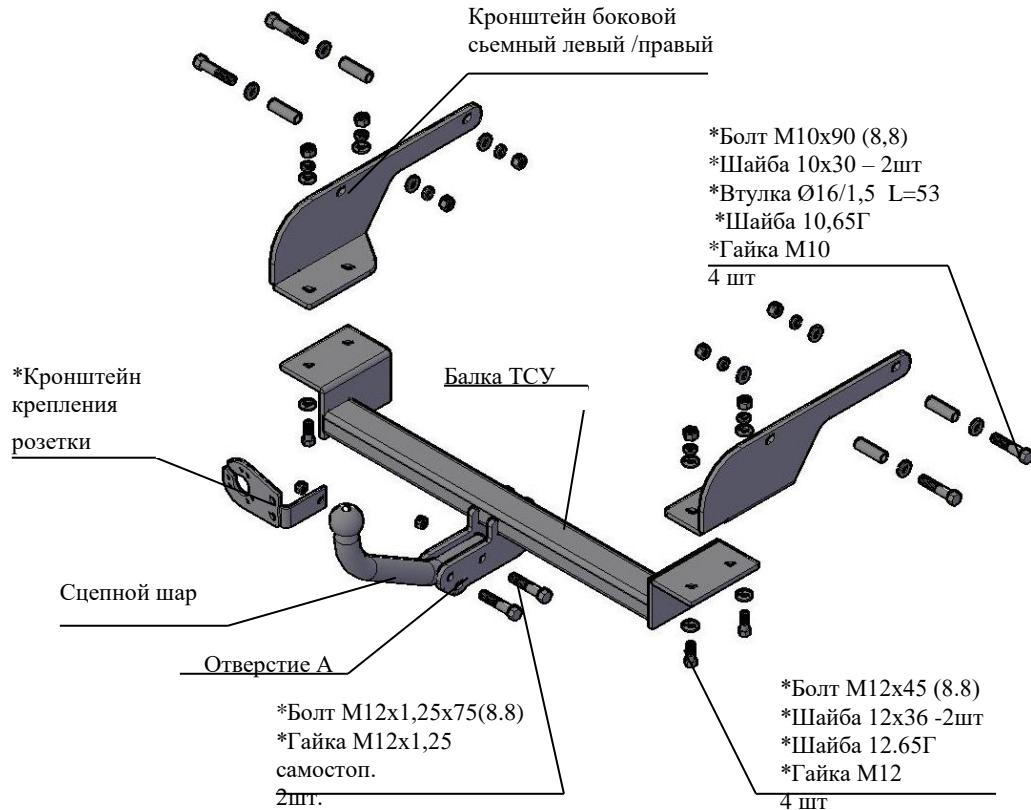

Рис.1 Тягово-сцепное устройство 7750 .
2.1 ТСУ 7750. в сборе (рис.1)	1 шт.
2.2 Пакет с комплектующими (см. рис.1)	1 шт.
4.2 Закрепить боковые съемные кронштейны к боковым внутренним полкам лонжеронов а/м (правый и левый как показано на рис.1) болтами M10x90 и гайками M10, вставляя дистанционные втулки и шайбы 10x30 из багажника автомобиля, подложив под гайки шайбы 10,65Г и шайбы 10x30. Крепеж не затягивать.